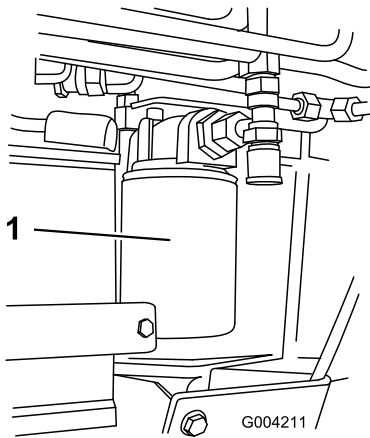

Bild 62
4. Stellen Sie eine Auffangwanne unter den Filter (Bild 62).
5. Entfernen Sie den alten Filter (Bild 62) und wischen Sie die Dichtfläche am Anbaustutzen ab.
7. Drehen Sie den Austauschfilter auf den Anbaustutzen auf (Bild 62). Ziehen Sie ihn nach rechts fest, bis die Gummidichtung den Anbaustutzen berührt. Ziehen Sie ihn dann um eine weitere 3/4 Umdrehung fester.